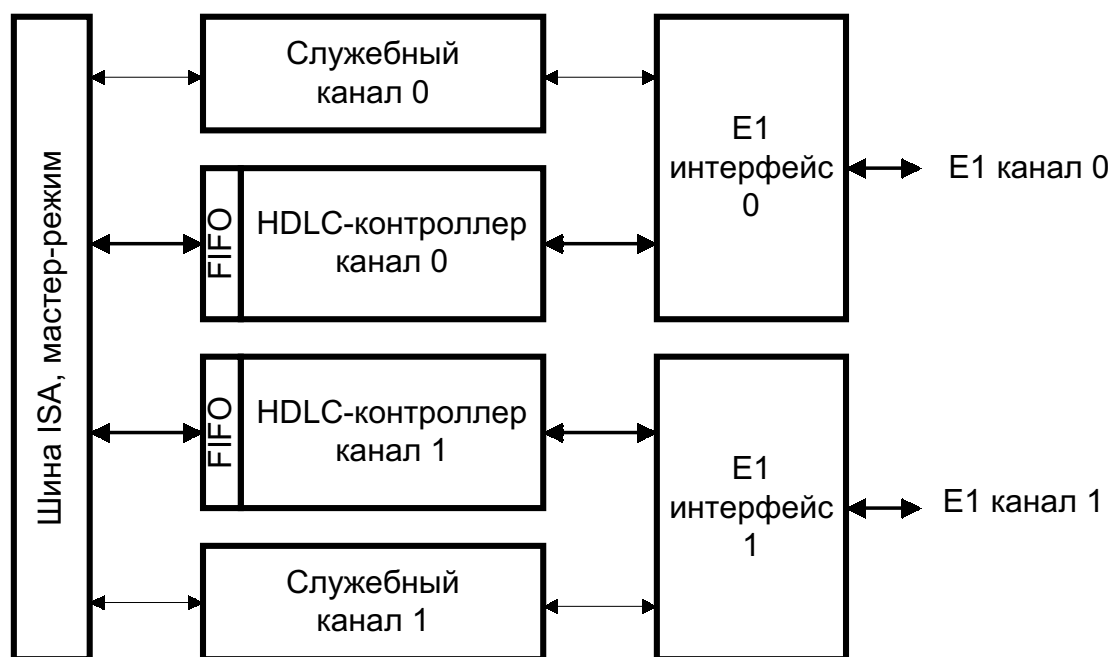

Рисунок 1: Конфигурация А — сдвоенный модем E1.
- Конфигурация А (рис.1): сдвоенный модем E1. Каналы E1-0 и E1-1 функционируют независимо и образуют два идентичных потока данных в память компьютера. Скорость передачи данных определяется количеством используемых канальных интервалов. Устанавливается по умолчанию.